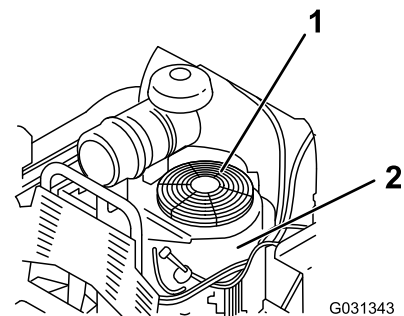

Figura 68
3. Remova o painel de admissão de ar e a caixa da ventoinha (Figura 68).
5. Instale o painel de admissão de ar e caixa da ventoinha (Figura 68).